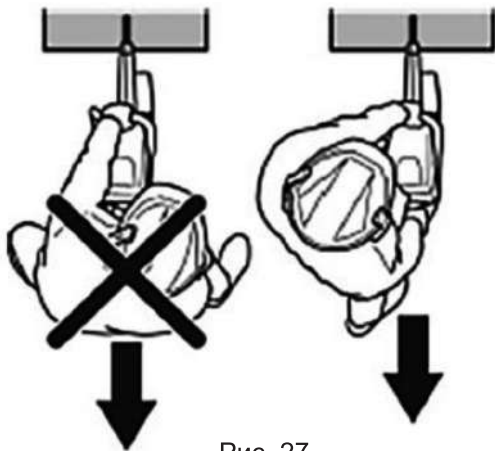

Рис. 27
2. Положение при резании — слева от бензореза. В случае отдачи бензорез будет двигаться в плоскости отрезного диска. Никогда не допускайте, чтобы какая-то часть тела располагалась за бензорезом (рис. 27).